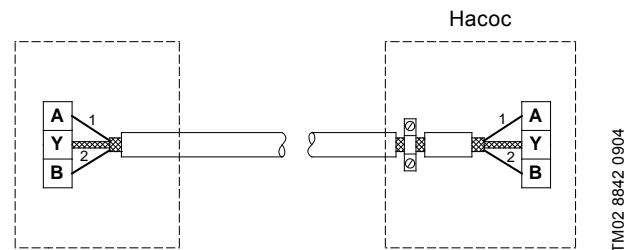

Рис. 18 Подключение 2-жильного экранированного кабеля
- Если при установке старого насоса применялся экранированный 2-жильный кабель, подключение должно быть произведено, как показано на рис. 18.